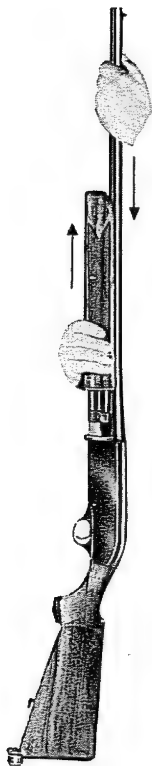

Fig. 19
- c) Appoggiare il calcio al corpo (od ad un piano) e tenendo ferma la canna con la mano sinistra sfilare con la mano destra l'asta, imprimendo un movimento rettilineo verso la bocca dell'arma (fig. 19).
- c — holding gun upright and barrel with the left hand, slide fore-end forward off magazine tube (fig. 19).
- c — en tenant le fusil vertical enlever le devant bois avec la main gauche en le tirant vers l'avant le long du tube magasin (fig. 19)*